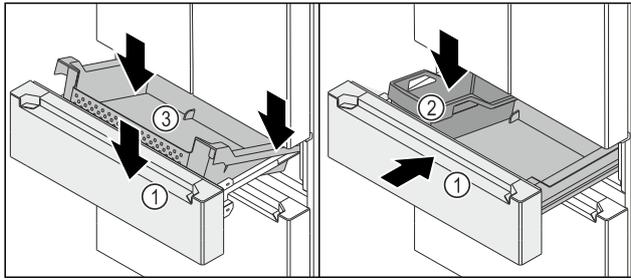

Fig. 142
- ❑ Le chariot à glissière Fig. 142 (1) est sorti.
- ▶ Positionner le bac Fig. 142 (3) sur l'arrière des rails, à gauche et à droite.
- ▶ Abaisser l'avant du bac Fig. 142 (3) de manière à ce que le bac Fig. 142 (3) entoure les rails à gauche et à droite.
- ▶ Installer la FlexBox Fig. 142 (2).
- ▶ Pousser le chariot à glissière Fig. 142 (1).